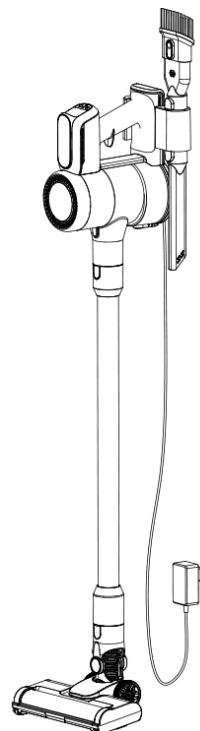

Fig 3.
3. Nejprve vyjměte jeden konec válce (Figure 3).